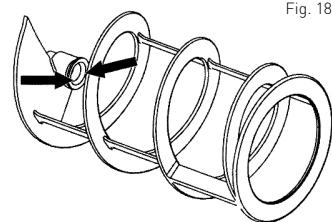

Fig. 18
- Lubrifiez la partie interne de l'écrou de la vis sans fin (A) conformément à la figure 18 en utilisant de la graisse fournie avec l'appareil.